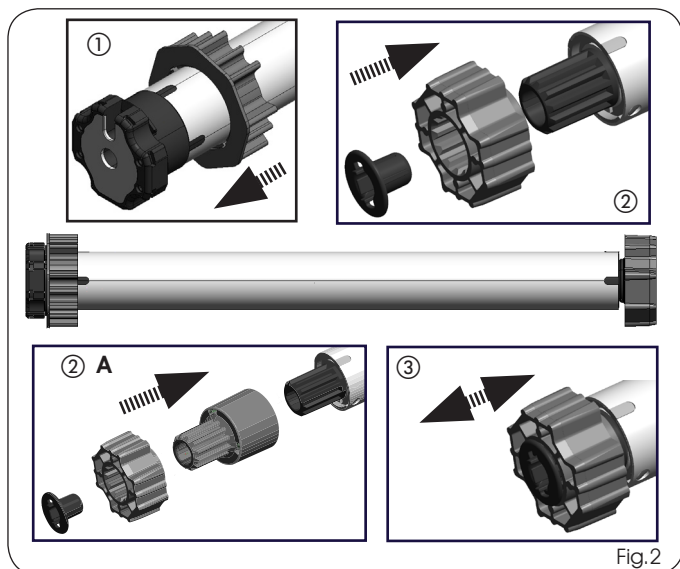

Fig.2
- 1) Introduzca el adaptador de corona (Fig.2 ref. ①) en el motor tubular, hasta que esté completamente introducido en la guía presente en la tuerca de final de carrera.
- 2) Introduzca el adaptador de rueda (Fig.2 ref. ②) en el eje del motor. En la aplicación para persiana, si se quiere detectar obstáculos en bajada, hay que introducir el sensor mecánico de detección de obstáculos antes que el adaptador de rueda (Fig.2 ref. ② A). (En el modelo TM35 ERO está incorporado)
- 3) Sujete el adaptador con el bloqueo suministrado. (Fig.2 ref. ③)
- 4) Compruebe que el adaptador esté bien fijado (Fig.2 ref. ③)